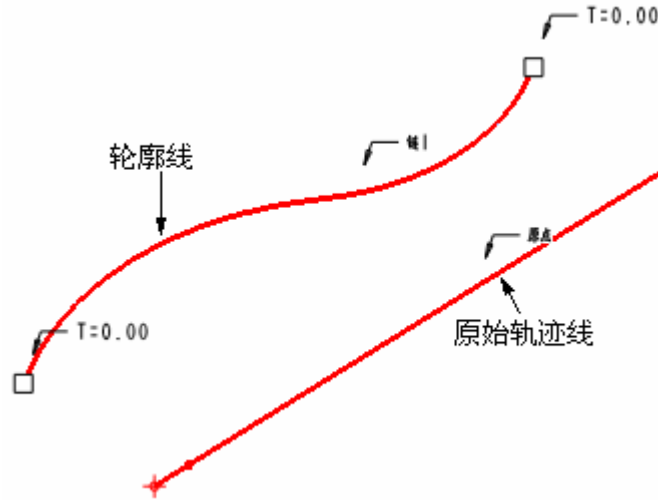

图 18-4
- (1) 单击可变剖面扫描工具按钮，打开可变剖面扫描特征操控板。
- (2) 单击按钮，以生成实体特征。如图 18-4 所示选择原始轨迹线，按下 Ctrl 键，选择轮廓线。